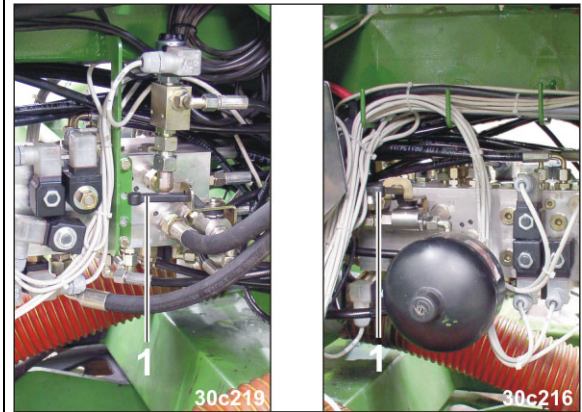

Fig. 249
- o Cirrus 4001 / 6001 Super (see Fig. 249/1).